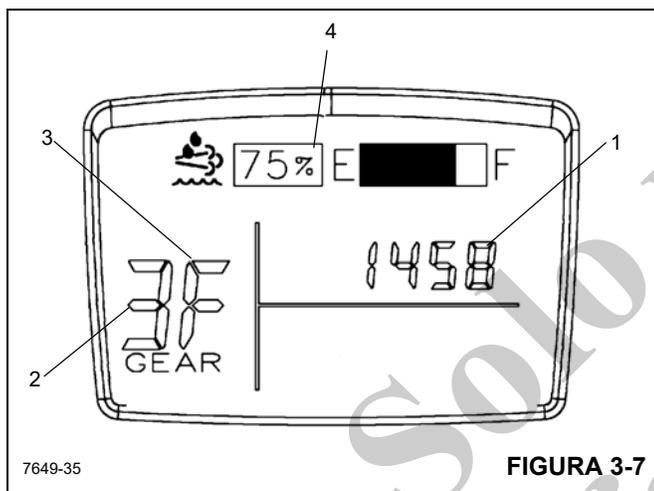

Figura 3-7 - Números de artículos
La pantalla de LCD (12) (Figura 3-6 y Figura 3-7) se encuentra en la pantalla de medidores en la columna de dirección. Esta pantalla muestra la marcha de transmisión utilizada, los códigos de falla, el nivel del depósito de DEF y la versión del software maestro.